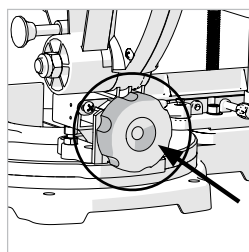

Fig. 21A
- Desserrez la vis de verrouillage de biseau (**Fig. 21A**).